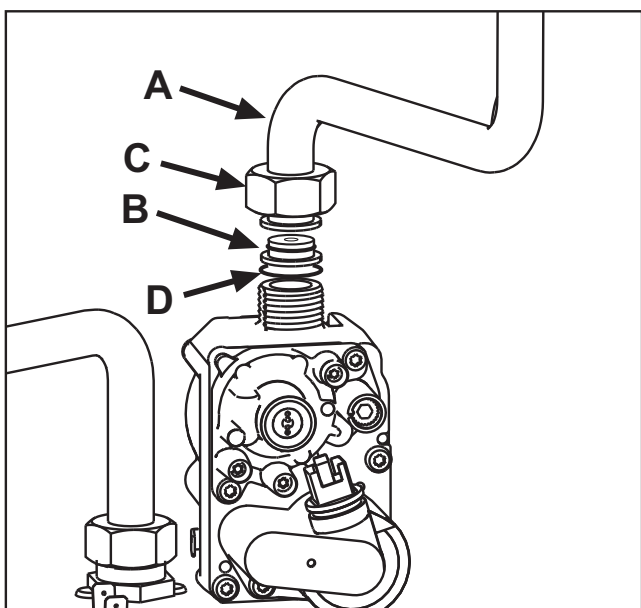

fig. 23
3. Dévisser la rondelle **C** et enlever le tuyau de gaz **A** de la vanne à gaz (voir fig. 23).
4. Remplacer le gicleur **B B** présent dans le tuyau gaz par celui contenu dans le kit de transformation après avoir intercalé le joint **D** (voir fig. 23).